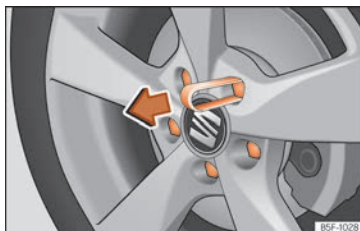

Fig. 68 Pinza para extraer los capuchones de los tornillos de la rueda.
- Encaje la pinza de plástico (herramienta de a bordo) sobre el capuchón hasta que encastre »» fig. 68.